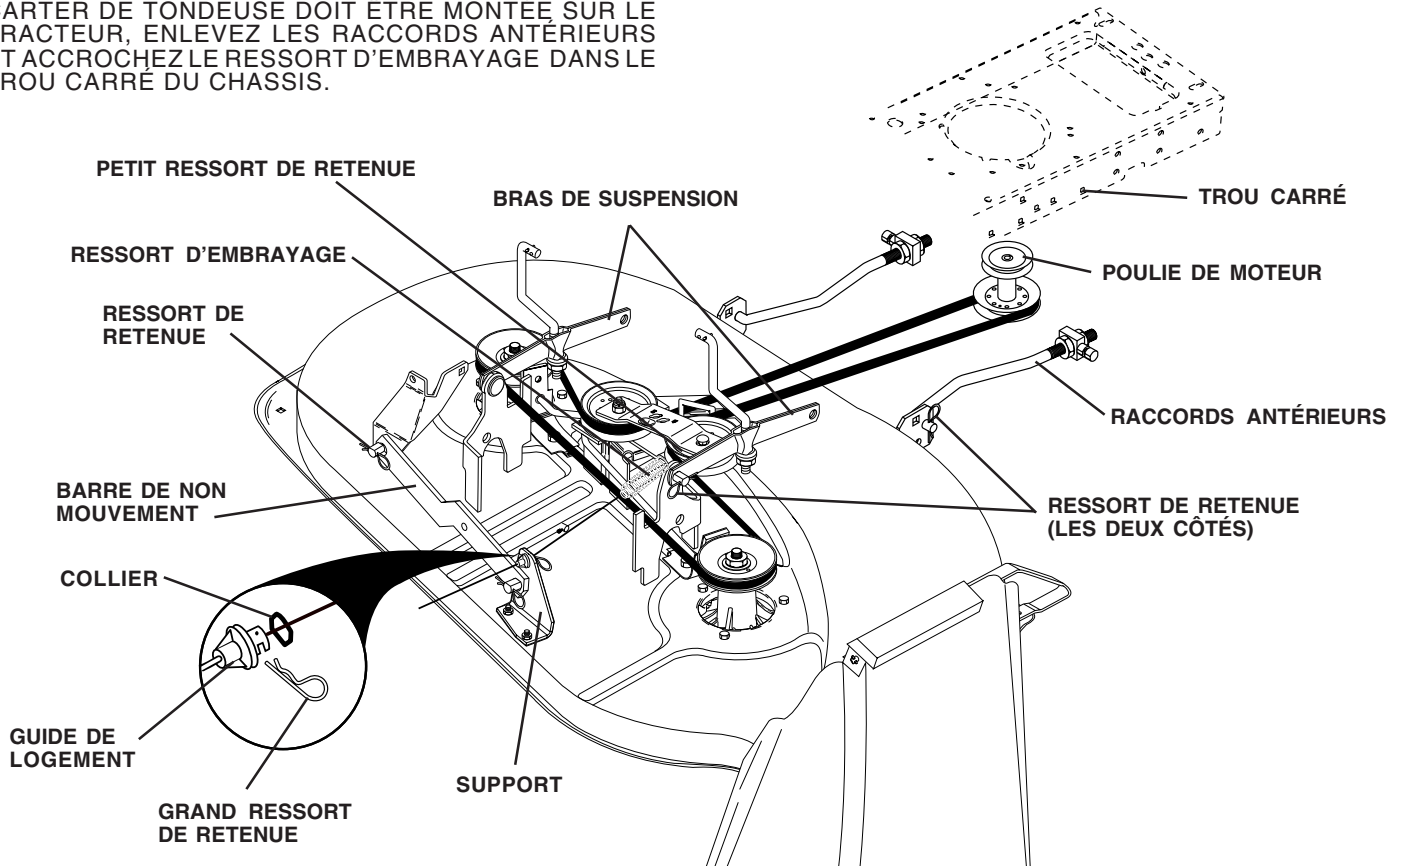

FIG. 14
- Placez le levier de changement de vitesse en position point mort (N).
**POUR ENLEVER LA TONDEUSE (Voyez la Fig. 14)**
**POUR INSTALLER LA TONDEUSE(Voyez la Fig. 14)**